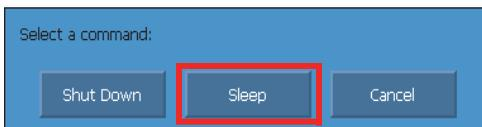

Figura 3-3 Modo de seleção Hibernação
2. Selecione **Encerrar** (Shut Down) [veja Figura 3-3 na página 43].
1. Com o OmniScan SX ligado, pressione rapidamente o botão Ligar/Desligar. A mensagem “Select a command” (selecione um comando) aparece (veja Figura 3-3 na página 43).